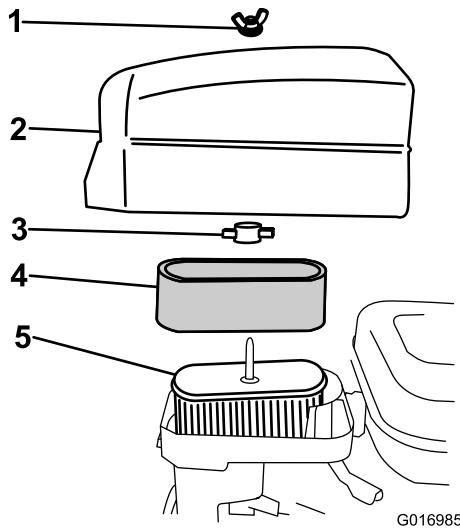

Рисунок 32
- Если элемент из пеноматериала загрязнен, извлеките его из бумажного элемента (Рисунок 32) и очистите следующим образом: